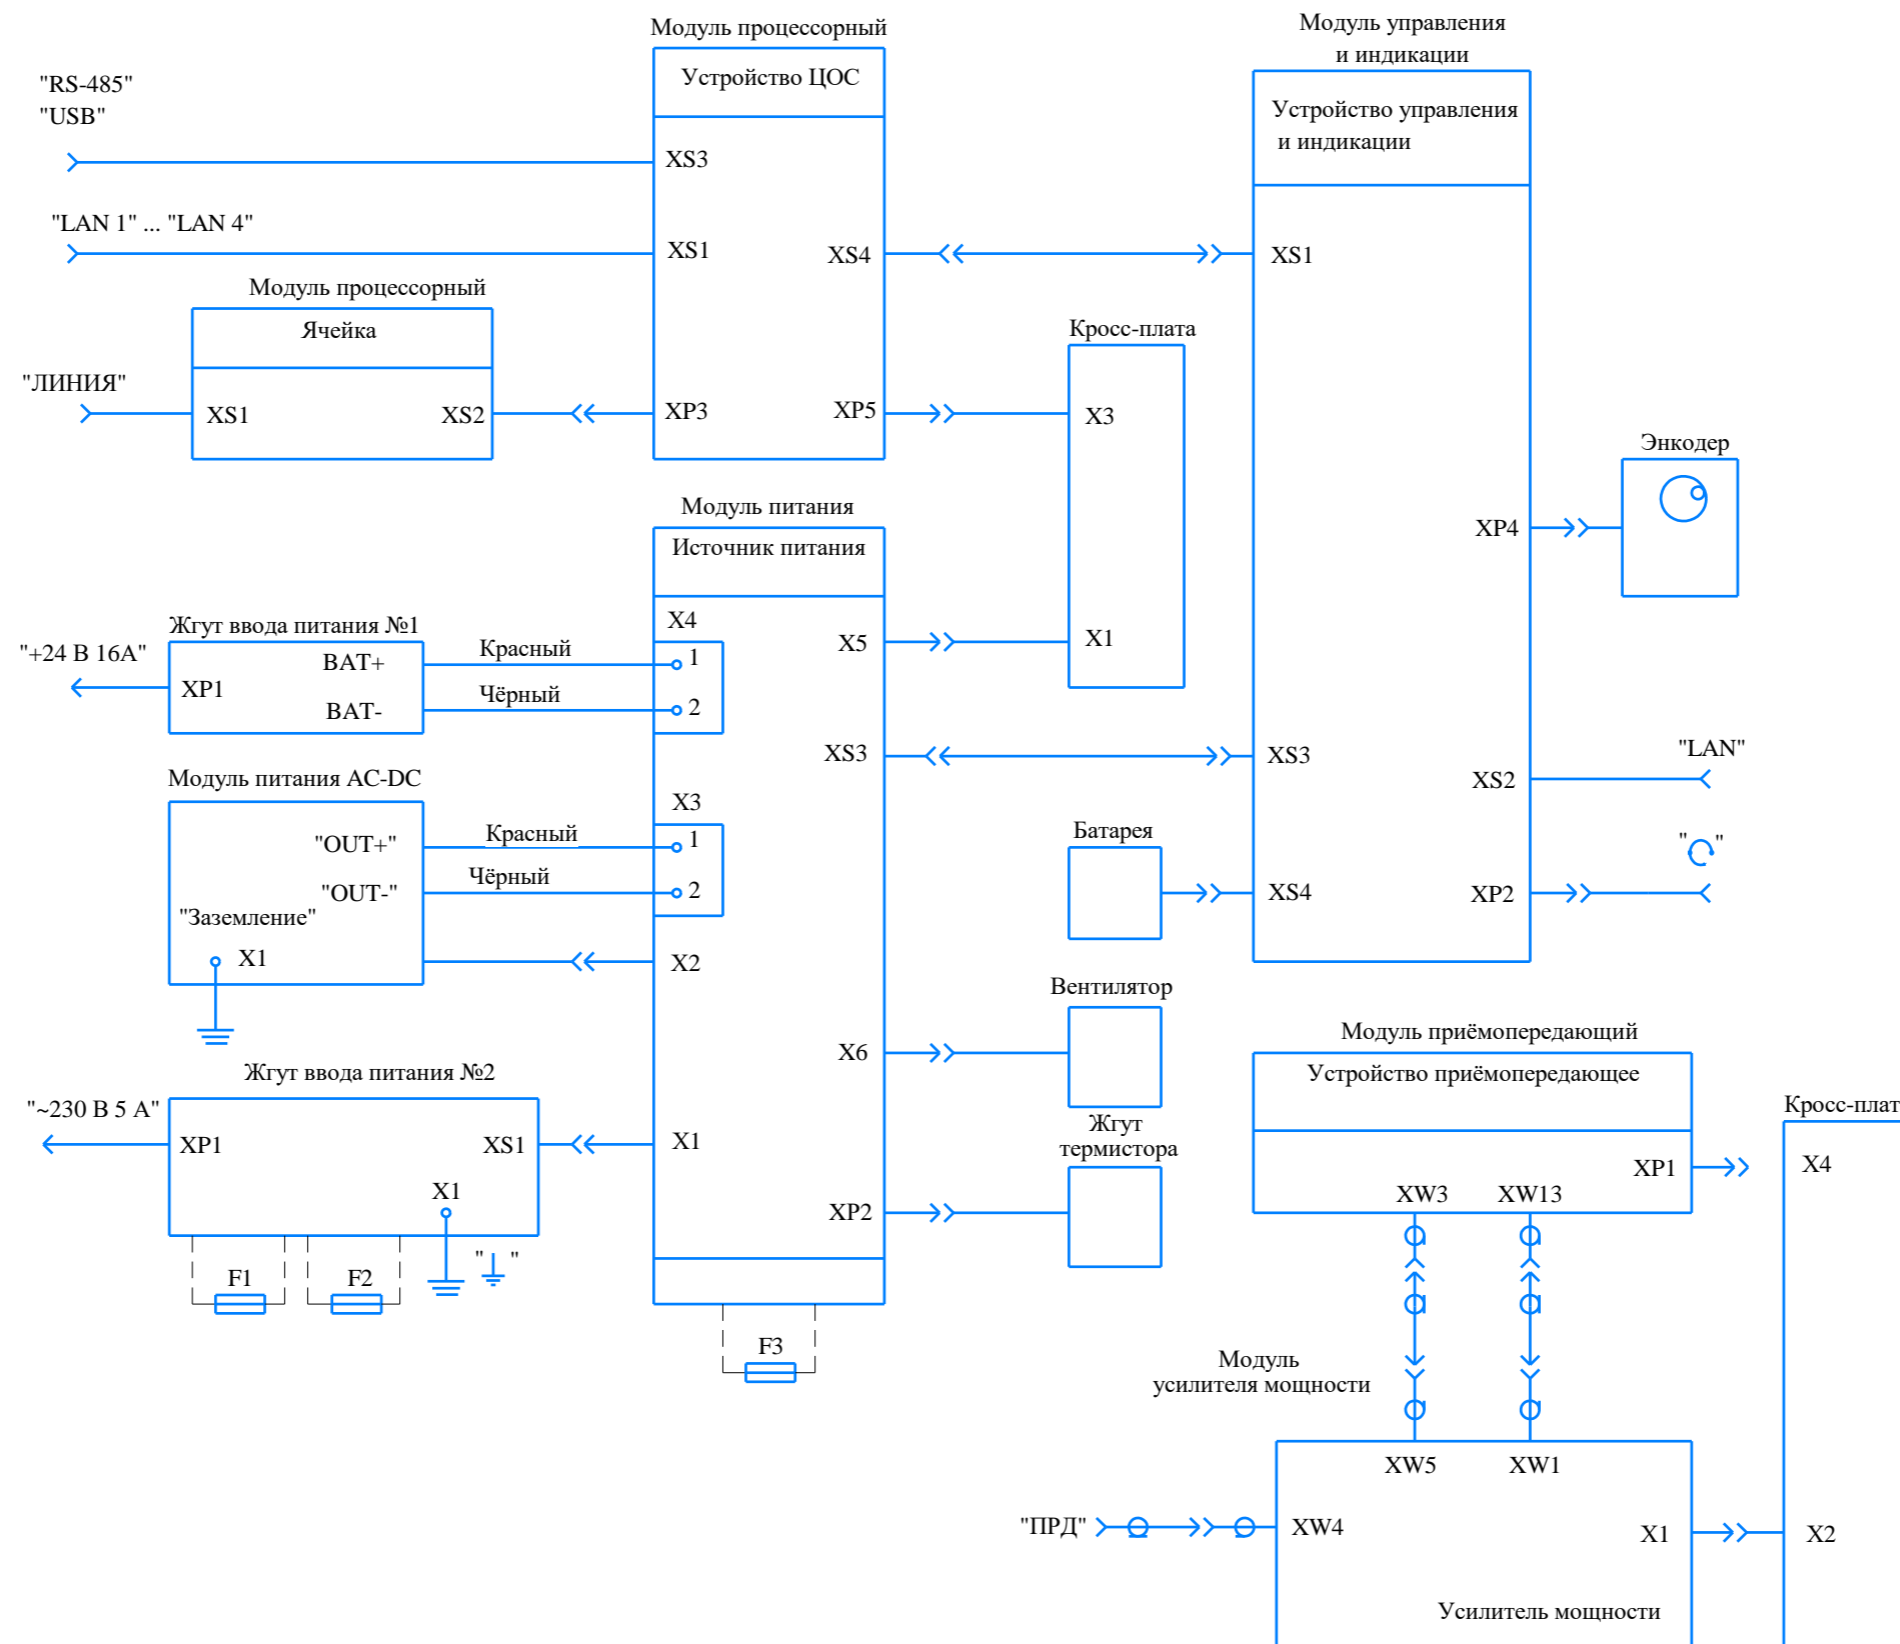

Рисунок 3 – Структурная схема Изделия
1.4.2 Структурная схема Изделия приведена ниже (Рисунок 3).